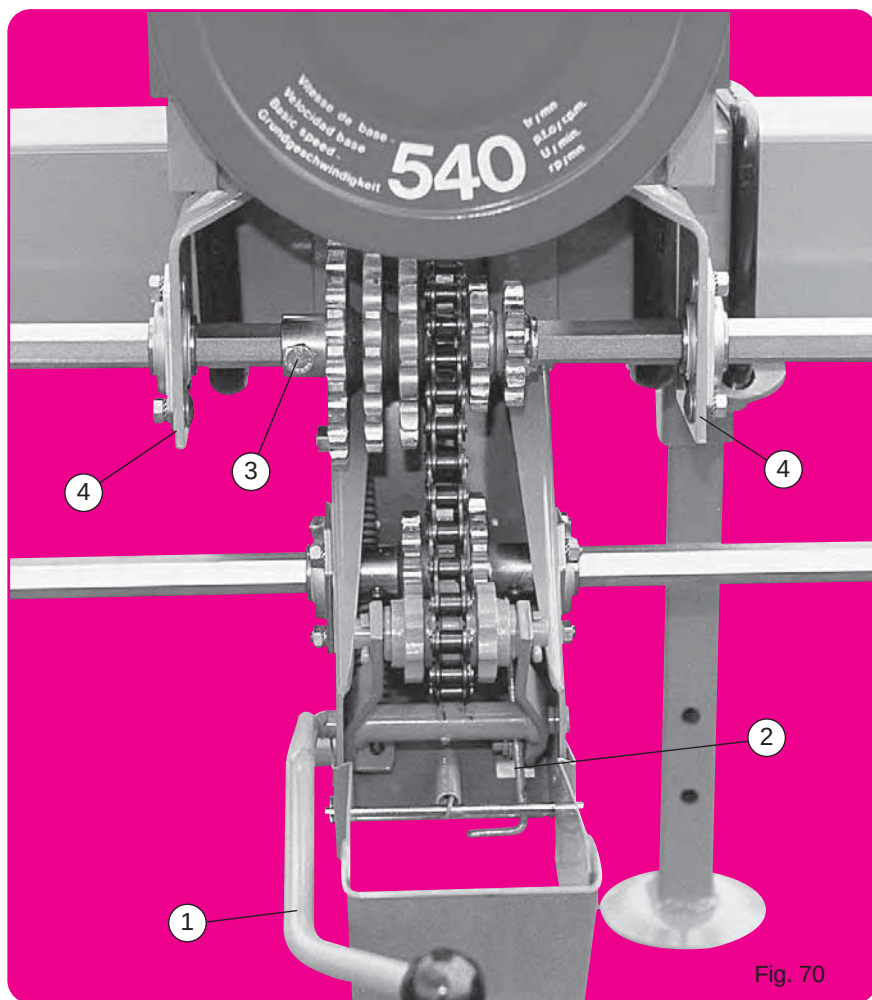

Fig. 70
- Montage normal (fig.70) pour semoir à nombre de rangs pair et inter-rangs supérieur à 45 cm.
- Normal assembly (fig. 70) for planters with an even number of rows and inter-row spacing over 45 cm (18")
- Обычная сборка (рис.70) для сеялок с четным количеством рядов и расстоянием между рядами свыше 45 см.